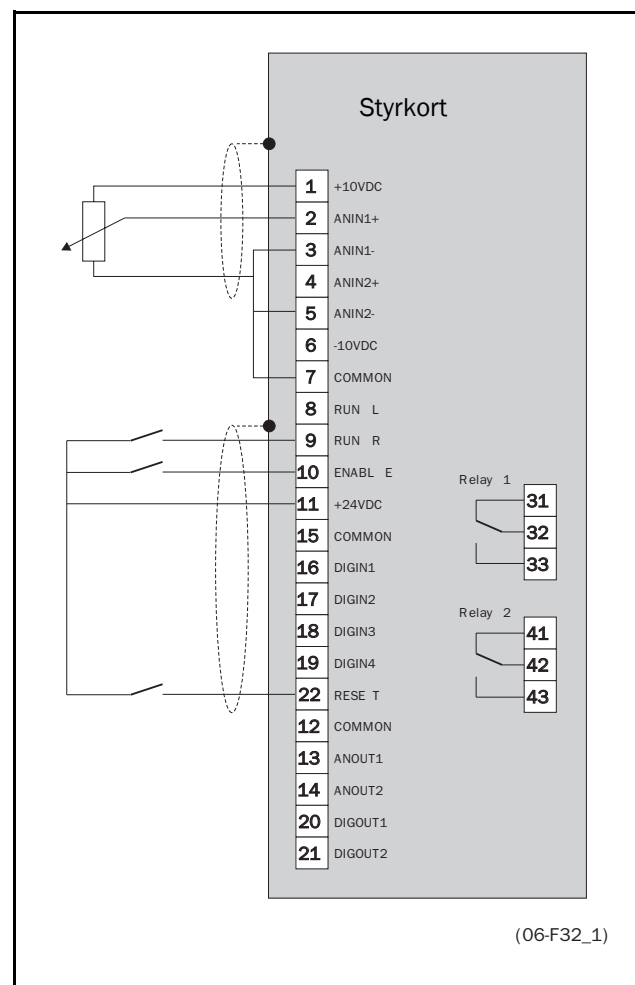

Fig. 2 Minsta styrsignalanslutning
- För att köra motorn måste ett börvärde och ett startkommando anges. Se exempel Fig. 2.
Fig. 2 visar den minsta styrsignalanslutningen som behövs för drift. Ingång AnIn1 används som normal (icke differential ingång) med 2 k $\Omega$  potentiometer. Enable-ingången måste vara aktiv tillsammans med RunL eller RunR. Potentiometern är då varvtalsbörvärde (förvalt).